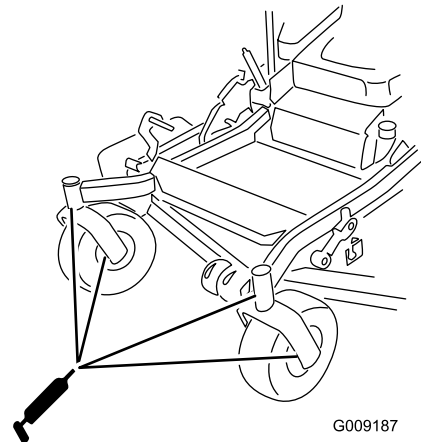

Bild 50
12. Drehen Sie die Sechskantschraube und Staubkappe wieder ein (**Bild 50**).
13. Fetten Sie die Laufradlager ein (**Bild 50**).